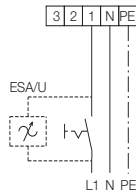

Abb.1
- **Demontage:** Drehen Sie den Deckel des Ventilators so, dass sich die Aussparung im Deckel am Pressmund befindet. Lockern Sie anschließend die Klickverbindung in der Mitte mit Hilfe eines Schraubenziehers und nehmen Sie den Deckel ab (siehe Abb. 1).
- **Demontage:** Stecken Sie einen Schraubendreher (ca. 8 mm) zwischen eine Klickverbindung des Ventilatorteils und das Ventilatorgehäuse und bewegen Sie das Ventilatorteil etwas nach oben (siehe Abb. 1). Die Klickverbindung löst sich. Lockern Sie mit Hilfe des Schraubendrehers auch die anderen Klickverbindungen und nehmen Sie das Ventilatorteil aufrecht aus dem Ventilatorgehäuse heraus.